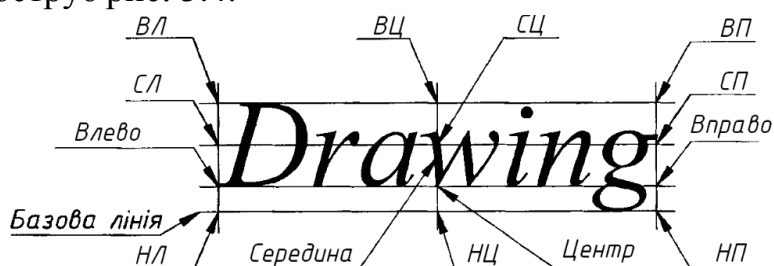

Рисунок 5.4. Розміщення точок вирівнювання відносно текстового рядка
Дев'ять наступних опцій, кожна з яких позначена двома літерами, подібно до трьох останніх з описаних вище, призначені для вирівнювання тексту відносно заданої точки. Літери у назві опції вказують на положення точки вирівнювання відносно тексту. Вони означають: **В** – Верхній (Т – Top), **С** – Середній (М – Middle), **Н** – Нижній (В – Bottom), **Л** – Лівий (L – Left), **Ц** – Центральний (С – Center), **П** – правий (R – Right). Отже, вирівнювання за допомогою опції ВЛ (TL) приведе до такого розміщення тексту, коли вказана користувачем точка вирівнювання буде знаходитись у верхній лівій точці рядка. Взаємне положення тексту і різних точок вирівнювання ілюструє рис. 5.4.